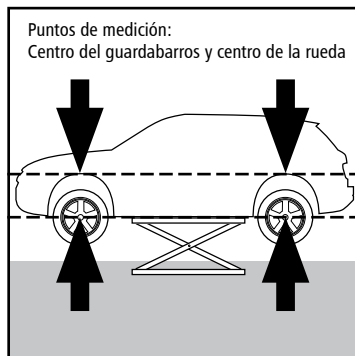

Figura 2, vehículo sin compresión
4. Ahora, el vehículo se encuentra sin compresión y las ruedas no están en contacto con el suelo (Figura 2). Mida nuevamente la distancia entre el centro de la rueda y el centro del guardabarros.